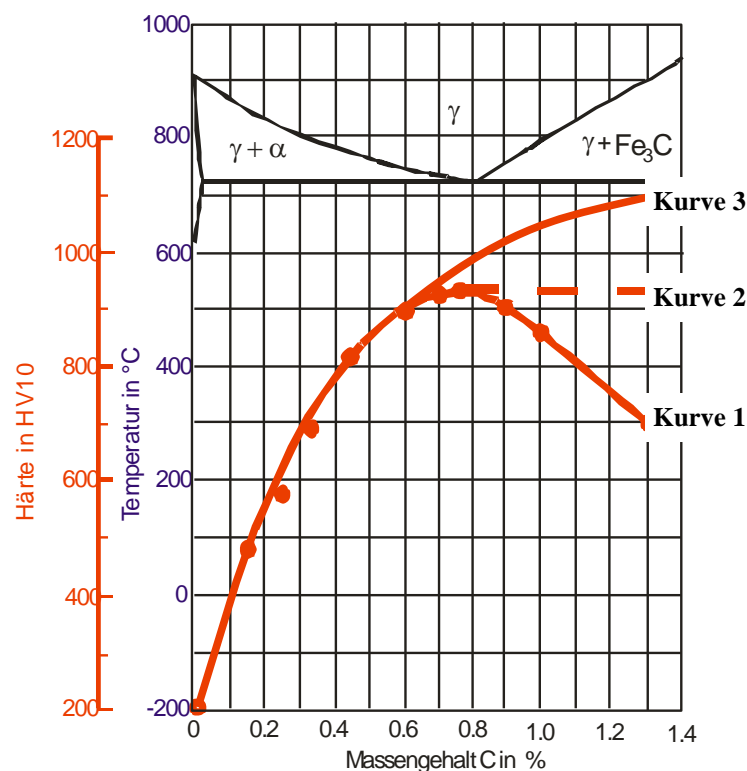

Abbildung 1
- Ergänzen Sie in Abbildung 1 die Martensit-Start-Temperatur  $M_s$  und die Martensit-Finish-Temperatur  $M_f$ ! (1,0 Punkte)
Die Ergebnisse der anschließenden Härtemessungen sind als Kurve 1, Kurve 2 und Kurve 3 in Abbildung 1 dargestellt.